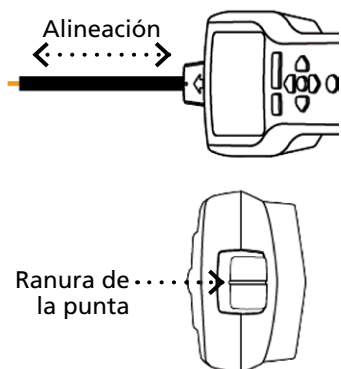

Figura 3.1h:
5. Posicionamiento del receptor: Para obtener mejores resultados, alinee la marca del sensor de punta con la dirección del cable. Si no se alinea correctamente, es posible que se pierda la señal (Figura 3.1h).